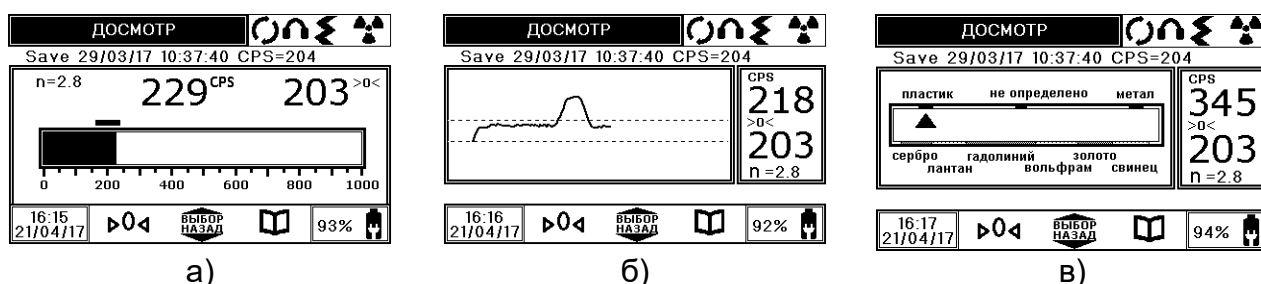

Рисунок 2.10 – Экранные формы абсолютного и порогового отображений, *определения материала*
- при необходимости определения вида материала в месте, где прибор показывает наибольшую скорость счета, выберите экранную форму определения материала (рисунок 2.10 в)) и не перемещайте прибор в течение не менее 20 с: на шкале материалов стрелка укажет группу, к которой относится данный материал (1.2.3.3 и приложение А);
- **абсолютная.** Текущие значения скорости счета отображаются на аналоговой шкале в абсолютных единицах, cps (рисунок 2.10 а)), при этом сверху шкалы в виде черты отмечен диапазон установленных порогов срабатывания от нижнего до верхнего;
- **пороговая.** Значения скорости счета отображаются в виде линейного графика с двумя пунктирными линиями порогов срабатывания, расположенными симметрично определенному базовому значению калибровки поверхности  $\triangleright 0 \triangleleft$  (рисунок 2.10 б)). На графике отображаются последние 30 с данных, чтобы прослеживалась тенденция, увеличивается или уменьшается скорость счета от исследуемой поверхности;
- **определение материала** (рисунок 2.10 в)). Отображает материал или группу металла, к которой относится обнаруженное вложение в зависимости от его плотности. Сигнализации при определении материала не работают.